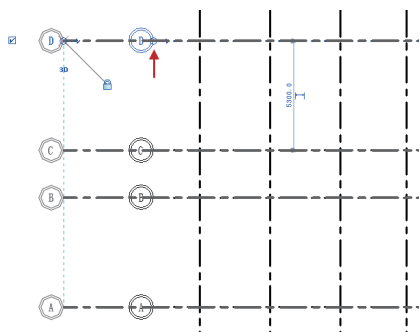

图2-30 调整标头位置
- 13 选择轴线，光标置于轴网端点上，按住鼠标左键不放，向左移动鼠标，可以调整轴网标头的位置，如图2-30所示。通过该操作也可以调整水平轴线的长度。